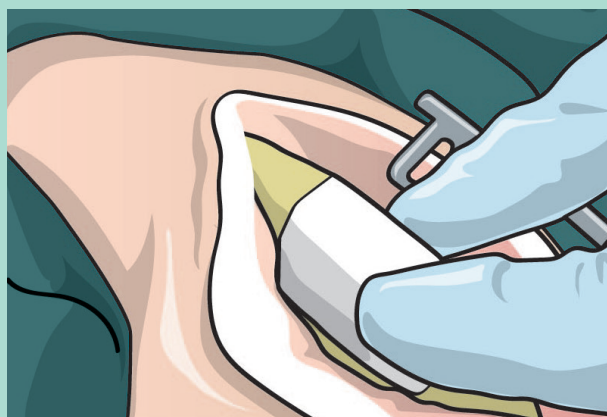

Fig. 4b
- a.** In caso di ricostruzione della cresta iliaca si raccomanda l'utilizzo di una tecnica a pressione. Sagomare e tagliare **b.Bone** per adattarlo al difetto e farlo avanzare delicatamente mentre si preme per inserirlo (Fig.4b).